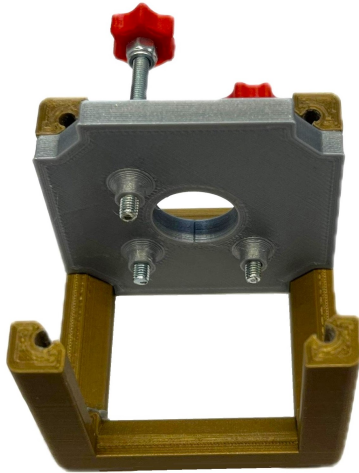

Abb. 23: In den Würfeldeckel eingesetzter Justageeinsatz
- (29) Setzen Sie den `02A_BR_V*_CUBE_COVER 1x1` und den `FERTIGEN JUSTAGEEINSATZ` zusammen (Abbildung 23).